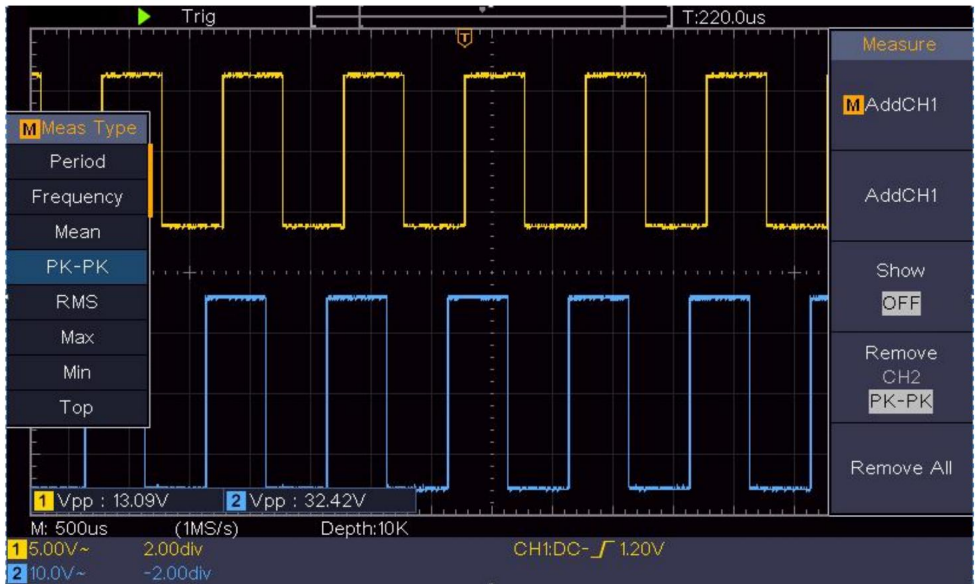

Figura 6-2 Forma de onda de la medición de ganancia
- (2) Presione el botón Medir para mostrar el menú derecho.
- (3) Seleccione AddCH1 en el menú de la derecha.
- (4) En el menú Tipo de la izquierda, gire la perilla M para seleccionar PK-PK.
- (5) En el menú de la derecha, seleccione AddCH1. El tipo pico a pico de CH1 se añade.
- (6) En el menú de la derecha, seleccione AddCH2. El tipo pico a pico de CH2 se añade.
- (7) Lea los voltajes pico a pico del Canal 1 y el Canal 2 desde la parte inferior izquierda de la pantalla (ver Figura 6-2).
- (8) Calcule la ganancia del amplificador con las siguientes fórmulas.